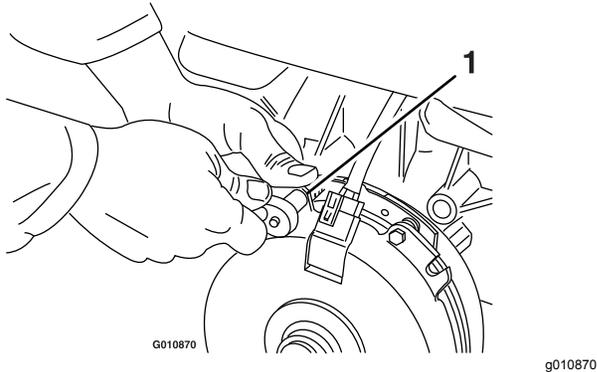

Figura 79
- A. Afloje ambos pernos de montaje del freno entre media y una vuelta, según se muestra en Figura 79.